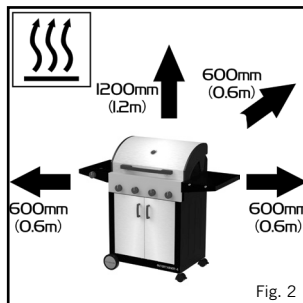

Fig. 2
- Zorg ervoor dat het apparaat niet wordt gebruikt in de buurt van brandbare materialen. De minimale veilige afstand is 1,2 m boven het apparaat en 600 mm vanaf de achterkant en zijanten van het apparaat (zie fig. 2).